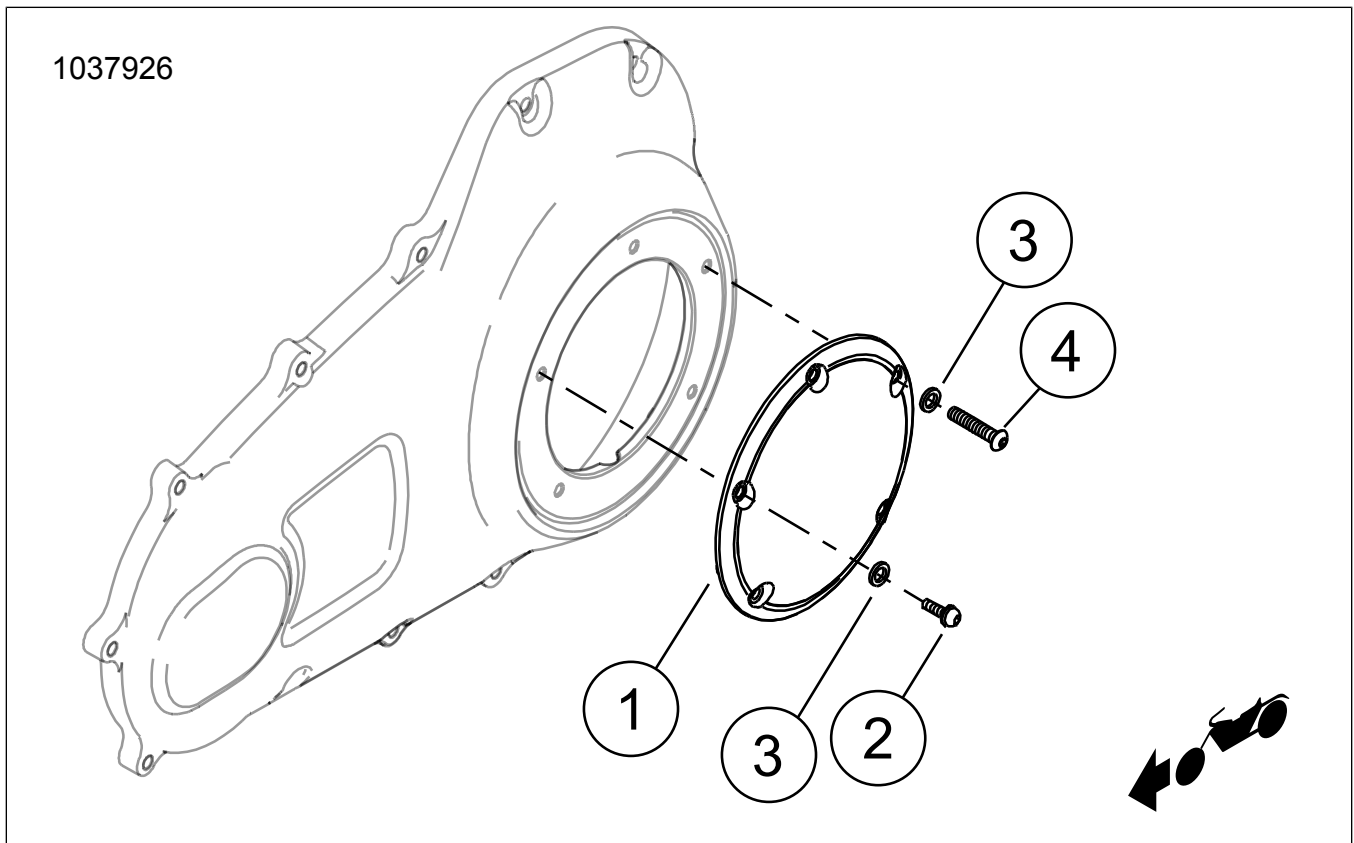

Figura 1. Conteúdo do kit: Componentes da tampa de inspeção da embraiagem
1. **Kits: 25338-99B, 25700435, 25700436, 25700446, 25700469, 25700471, 25700472, 25700473, 25700474, 25700476, 25700505, 25700740, 25700843, 25700844, 25700887, 25700888, 25700987, 25700988, 25701020, 25701022, 25701057, 25701059, 25701086, 25701169, 25701171, 25701403, 25701404, 25701519, 25701536:** Instale a **nova** cobertura (derby cover) (1), a anilha de vedação e os **novos** parafusos (2) com as respetivas anilhas (3).
2. **Kits: 25700434, 25700437, 25700477, 25562-09, 25701173, 25701454, 25701480, 25701517, 25701518, 25701520, 25701537, 25701551, 25701573, 25701574:** Instale a **nova** cobertura (derby cover) (1), a anilha de vedação e os parafusos OE (2) com anilhas fixas.
3. **Kits: 25700571, 25700572, 25700573, 25700703, 25700704, 25700705:** Instale a **nova** cobertura da embraiagem (1), a junta tórica e os **novos** parafusos (2) e anilhas (3). Note que um dos parafusos (4) é mais comprido e deve estar localizado na posição das 2 horas da tampa de inspeção da embraiagem, conforme ilustrado Figura 1.
4. **Kits: 25700515, 25700768, 25700822, 25700825, 25700826:** Instale a **nova** cobertura da embraiagem (1) e os **novos** parafusos (2) como mostrado na Figura 1. Não são utilizadas anilhas neste kit.